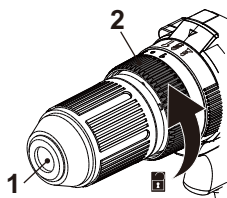

Fig. 1
- > Rodar a bucha do mandril (2) no sentido contrário ao dos ponteiros do relógio até que as mandíbulas do mandril (1) sejam abertas o suficiente para inserir a broca (Fig. 1).